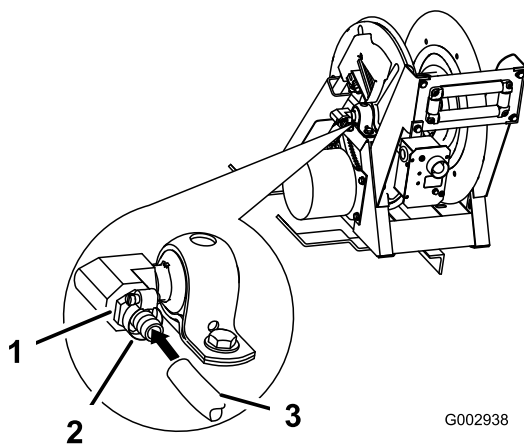

Bild 32
20. Wickeln Sie Teflonband links um das Gewinde der gezahnten Armatur (3/4 Zoll) und setzen Sie sie in den Einlassanschluss seitlich vom Schlauchwagen ein (Bild 32).
22. Schließen Sie den Schlauch an die Armatur am Schlauchwagen (Bild 32) an und befestigen Sie beide Enden mit zwei kleinen Schlauchklemmen.